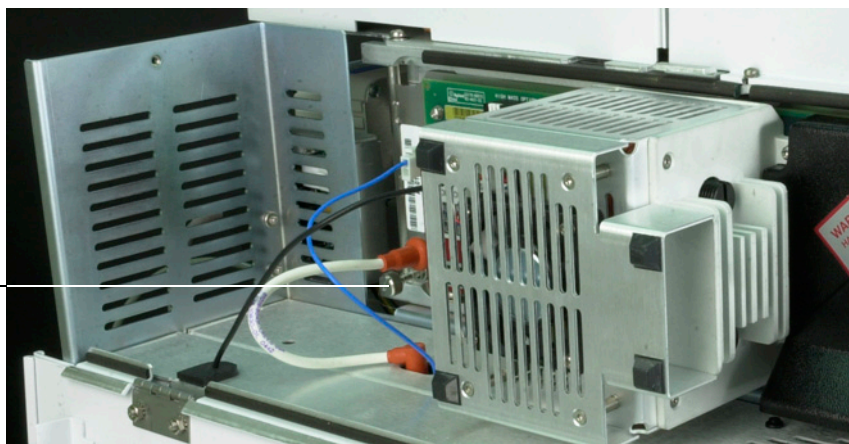

図 9 サイドプレートの蝶ねじのゆるめ方
- 6 側板の蝶ねじを完全に緩め (図 9)、アナライザを開きます。